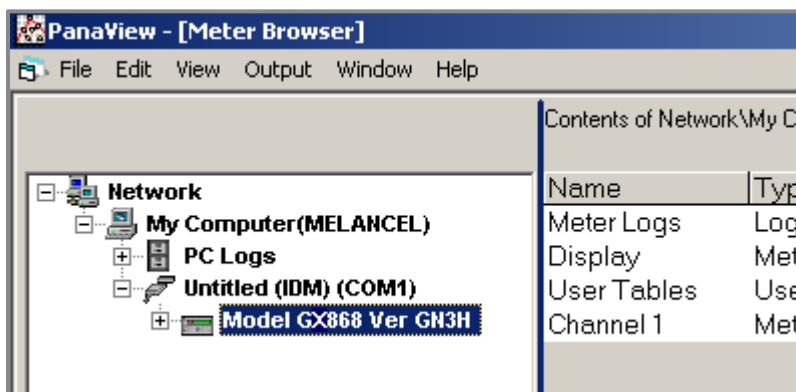

Рисунок 25: Обновленное дерево сети
2. откройте меню «*Edit*» (Редактирование) и выберите пункт «*Properties*» (Свойства), как показано на рис. 25.